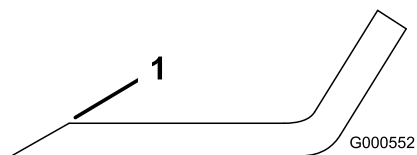

Figure 59
1. Au moyen d'une lime, aiguissez les tranchants à chaque bout de la lame (Figure 59).
Remarque: Si la lame est déséquilibrée, limez un peu l'extrémité de la partie relevée seulement (Figure 59).